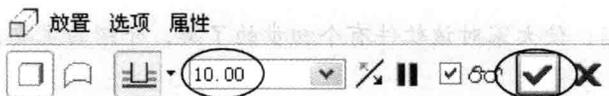
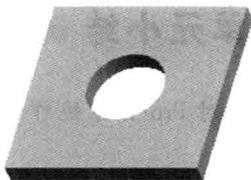

图 1-13
图 1-14
(4) 输入正方形底板的厚度 单击草绘窗口工具栏图标按钮 → 返回零件模型窗口，在如图 1-13 所示的操控面板中输入厚度尺寸 10 → 单击操控面板 按钮，得到如图 1-14 所示的正方形底板。